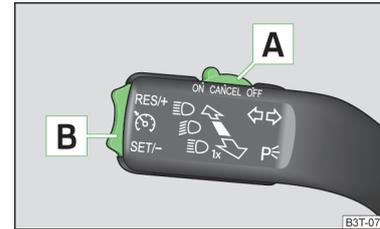

Abb. 135
➤ Den Schalter **A** » Abb. 135 in Stellung **ON** stellen.
➤ Den Schalter **A** » Abb. 135 in Stellung **OFF** stellen.
- Die Wippe **B** in der Position **SET/-** » Abb. 135 auf Seite 165 drücken.
Die Wippe **B** in der Position **RES/+** » Abb. 135 auf Seite 165 drücken.
Die gespeicherte Geschwindigkeit kann durch Drücken der Wippe **B** in der Position **SET/-** » Abb. 135 auf Seite 165 verringert werden.
Die Geschwindigkeitsregelanlage wird **vorübergehend abgeschaltet**, indem der Schalter **A** » Abb. 135 auf Seite 165 in die gefederte Position **CANCEL** bzw. das Brems- oder Kupplungspedal gedrückt wird.